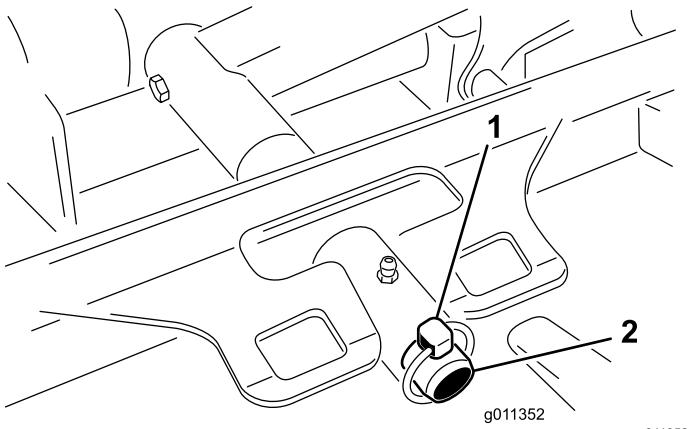

Figura 72
3. Rimuovete l'acciarino (per macchine Groundsmaster 4500) o il dado di fissaggio (per macchine Groundsmaster 4700) che fissa il telaio portante del piatto di taglio al perno orientabile del braccio di sollevamento (Figura 72).
2. Fate scorrere il telaio portante del piatto di taglio sul perno orientabile del braccio di sollevamento (Figura 72). Fissate il piatto di taglio al perno con l'acciarino (per macchine Groundsmaster 4500) o il dado di fissaggio (per macchine Groundsmaster 4700).